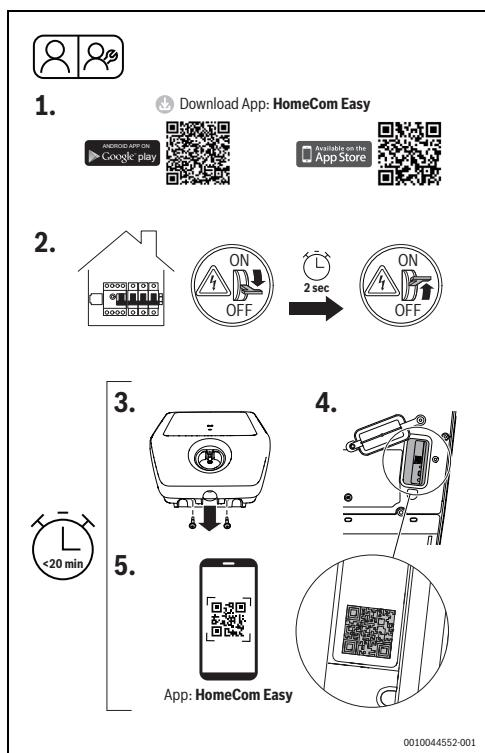

Fig. 427 HomeCom Easy
- ▶ Oprîți de Power Charge 7000i pe tabloul de distribuție de la alimentarea cu energie electrică și, după aproximativ două secunde, porniți-l din nou (Fig. 427, pasul [2]).
- ▶ Desfaceți cele două șuruburi de pe capacul frontal (Fig. 427, pasul [3]).